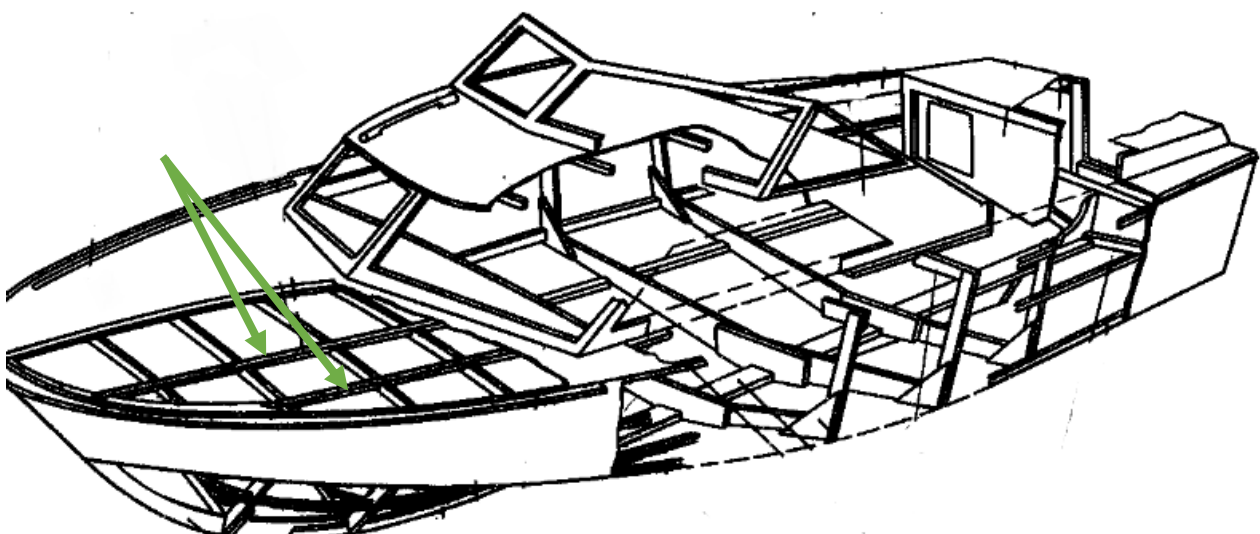

Рис.5 Карлингсы
**Карлингсы** - продольные подпалубные балки (рис.5);